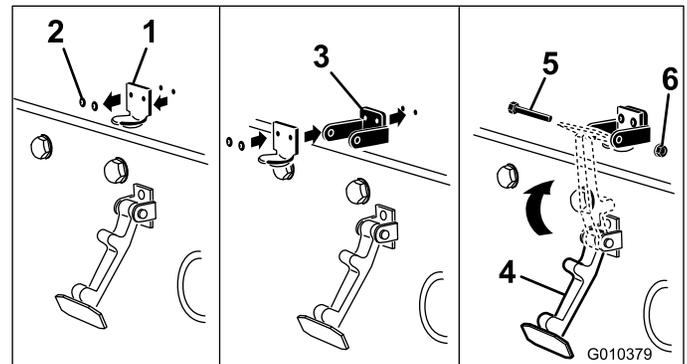

Bild 4
3. Fluchten Sie die Befestigungslöcher aus und positionieren Sie gleichzeitig die Halterung des CE-Riegels und des Motorhaubenriegels auf der Motorhaube. Die Riegelhalterung muss an der Haube anliegen (Bild 4).
5. Haken Sie den Riegel in die Halterung des Motorhaubenriegels (Bild 4).
6. Setzen Sie eine Schraube (1/4 x 1-1/2 Zoll) in die Halterung des Motorhaubenriegels ein und befestigen ihn mit einer Sicherungsmutter (Bild 4).